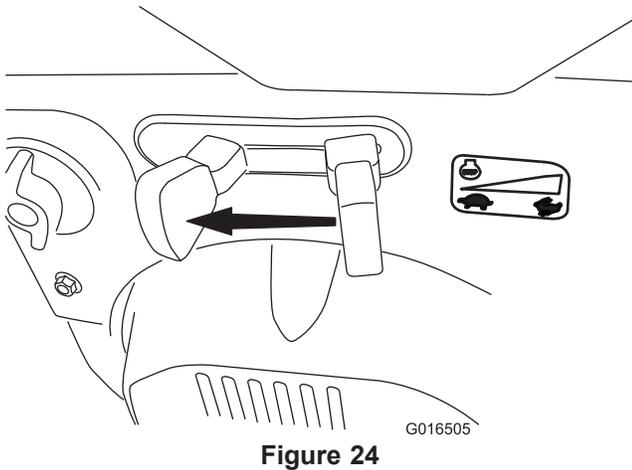

Figure 24
1. Amenez la commande d'accélérateur en position BAS RÉGIME, puis en position ARRÊT (Figure 24) pour couper le moteur. Vous pouvez aussi couper le moteur en tirant la clé de contact vers l'extérieur, à la position centrale.